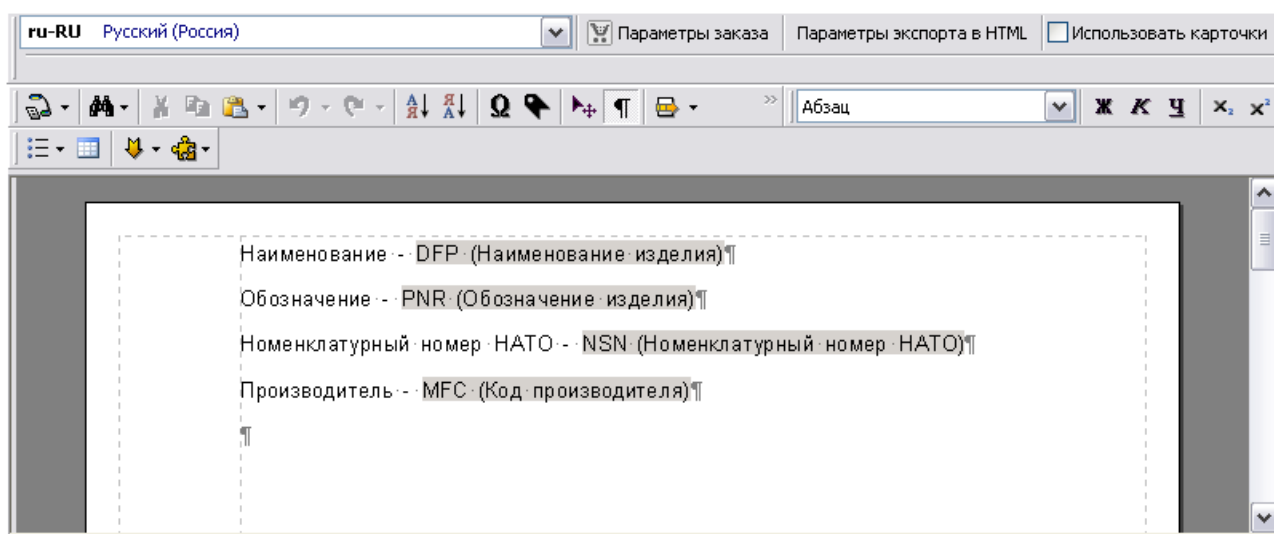

Рис. 3.35
4. Перенесите на карточку каталога необходимые атрибуты. Пример карточки каталога показан на Рис. 3.35.